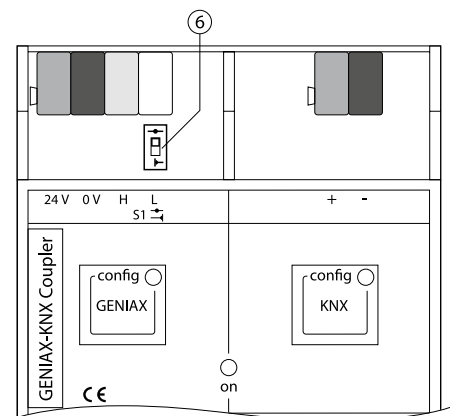

Fig. 14-11: Terminierungsschalter Geniax KNX Koppler
Der Geniax KNX Koppler verfügt auf der Geniax-Seite über einen BUS-Abschlusswiderstand von 120 Ω. Dieser kann über den Terminierungsschalter (6) aktiviert werden (siehe Fig. 14-11).